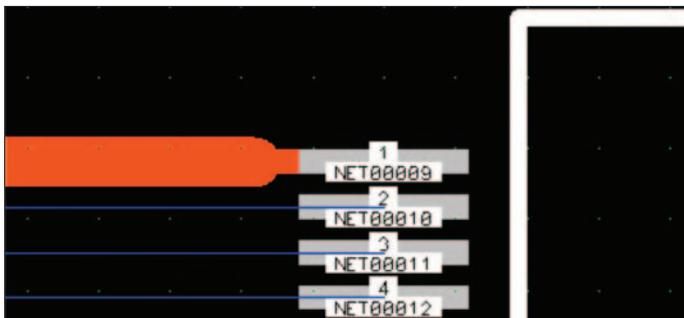

Рис.5. Автоматическое сужение проводника около контактной площадки
- при подсоединении к выводу выполняется автоматическое сужение сегмента проводника до размеров контактной площадки (рис.5);